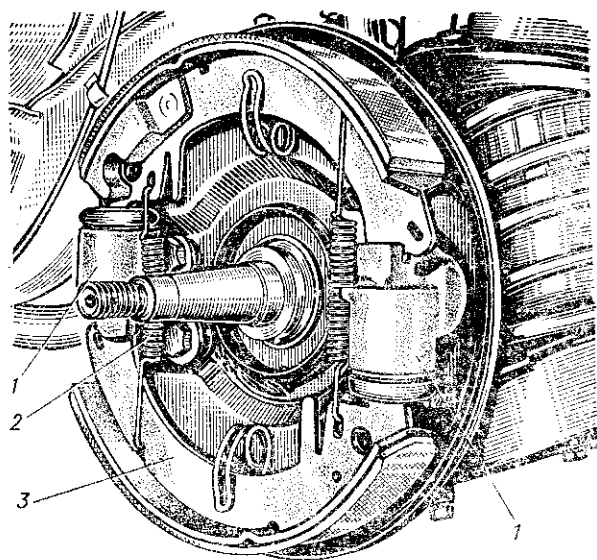

Рис. 76. Тормозной барабанный механизм переднего колеса:
**Обслуживание барабанных тормозов.** Для осмотра тормозных колодок барабанных тормозов передних и задних колес (рис. 76 и 77) снимите тормозные барабаны. Поверхности фрикционных накладок должны быть чистыми, без следов смазки или грязи. При обнаружении следов смазки необходимо устранить причину ее появления, после чего очистить фрикционные накладки металлической щеткой и промыть их поверхность уайт-спиритом. Колодки, имеющие повреждения или толщину фрикционной накладки 1,5 мм и менее, необходимо заменить.